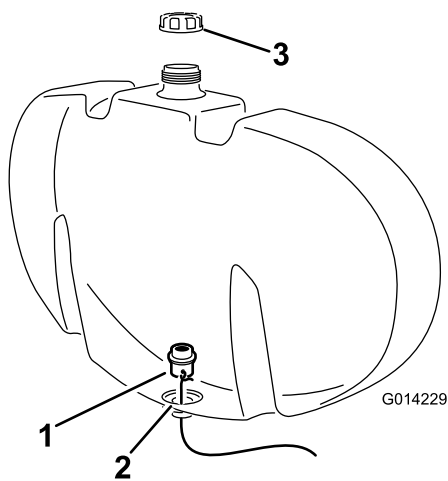

图3
- E. 用金属丝将隔板接头引至水箱（图3）底孔。
F. 将隔板接头放入相应的位置，确保空隙垫片紧靠冲洗水箱（图3）的内壁。